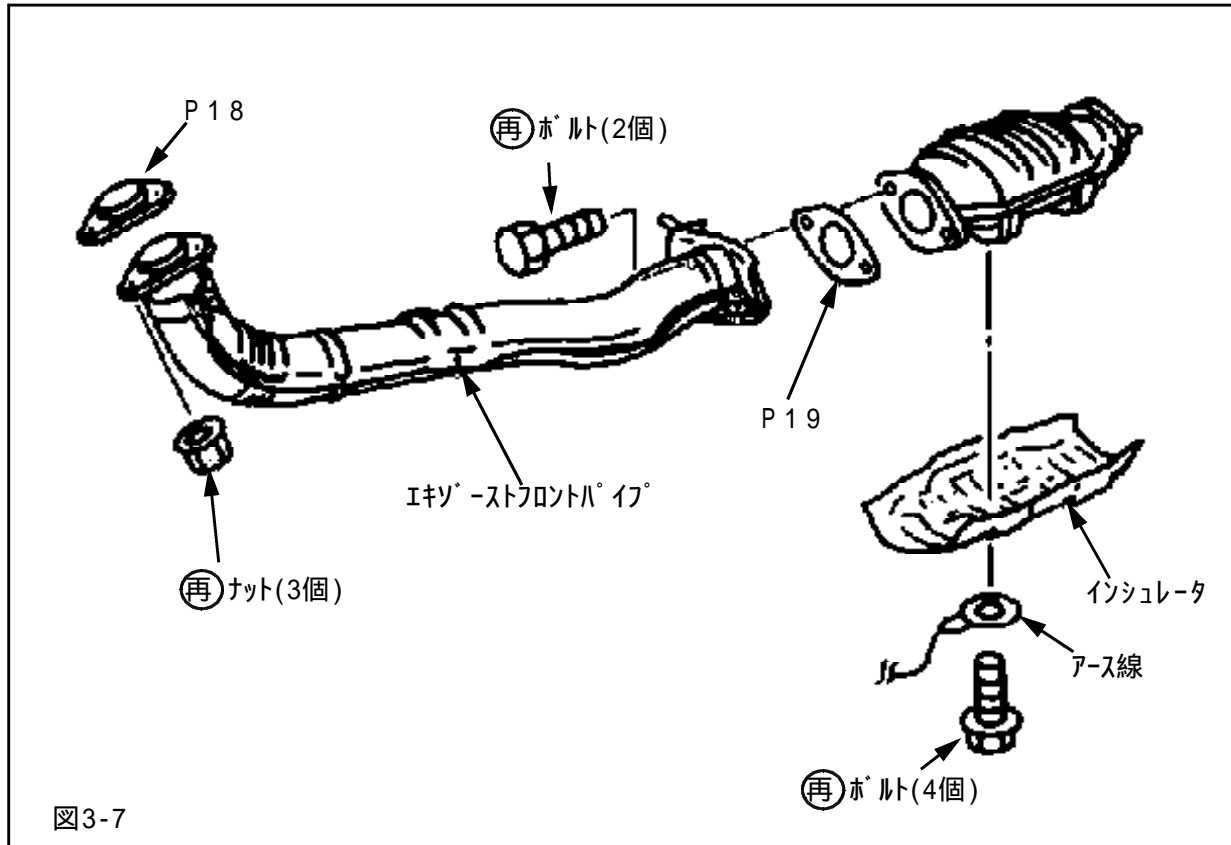

図3-7
(1)エキゾーストフロントパイプを取付けてください。(図3-7)
(2)インシュレータを取付けてください。(図3-7)